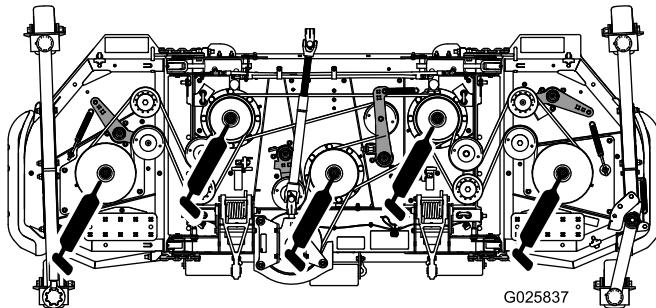

Figura 17
- Cojinetes de los ejes de las cuchillas (5) (Figura 17).